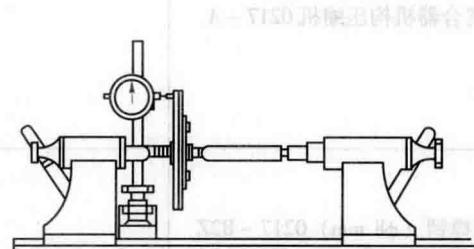

图 1-5 从动盘端面圆跳动的检测
- ② 检测从动盘端面圆跳动：用千分表在从动盘最外圆周边上测量，如图 1-5 所示。若端面圆跳动超过 0.8 mm，可进行冷压校正，必要时更换从动盘总成。